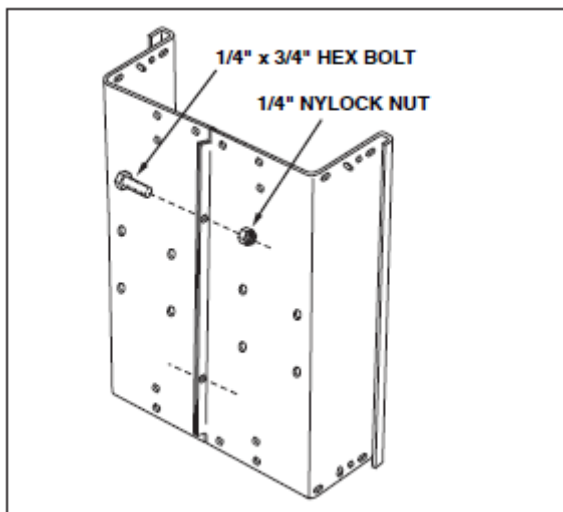

Рис. 1
3. Расположите обе части корпуса вертикально на ровной поверхности. См. рис. 1.